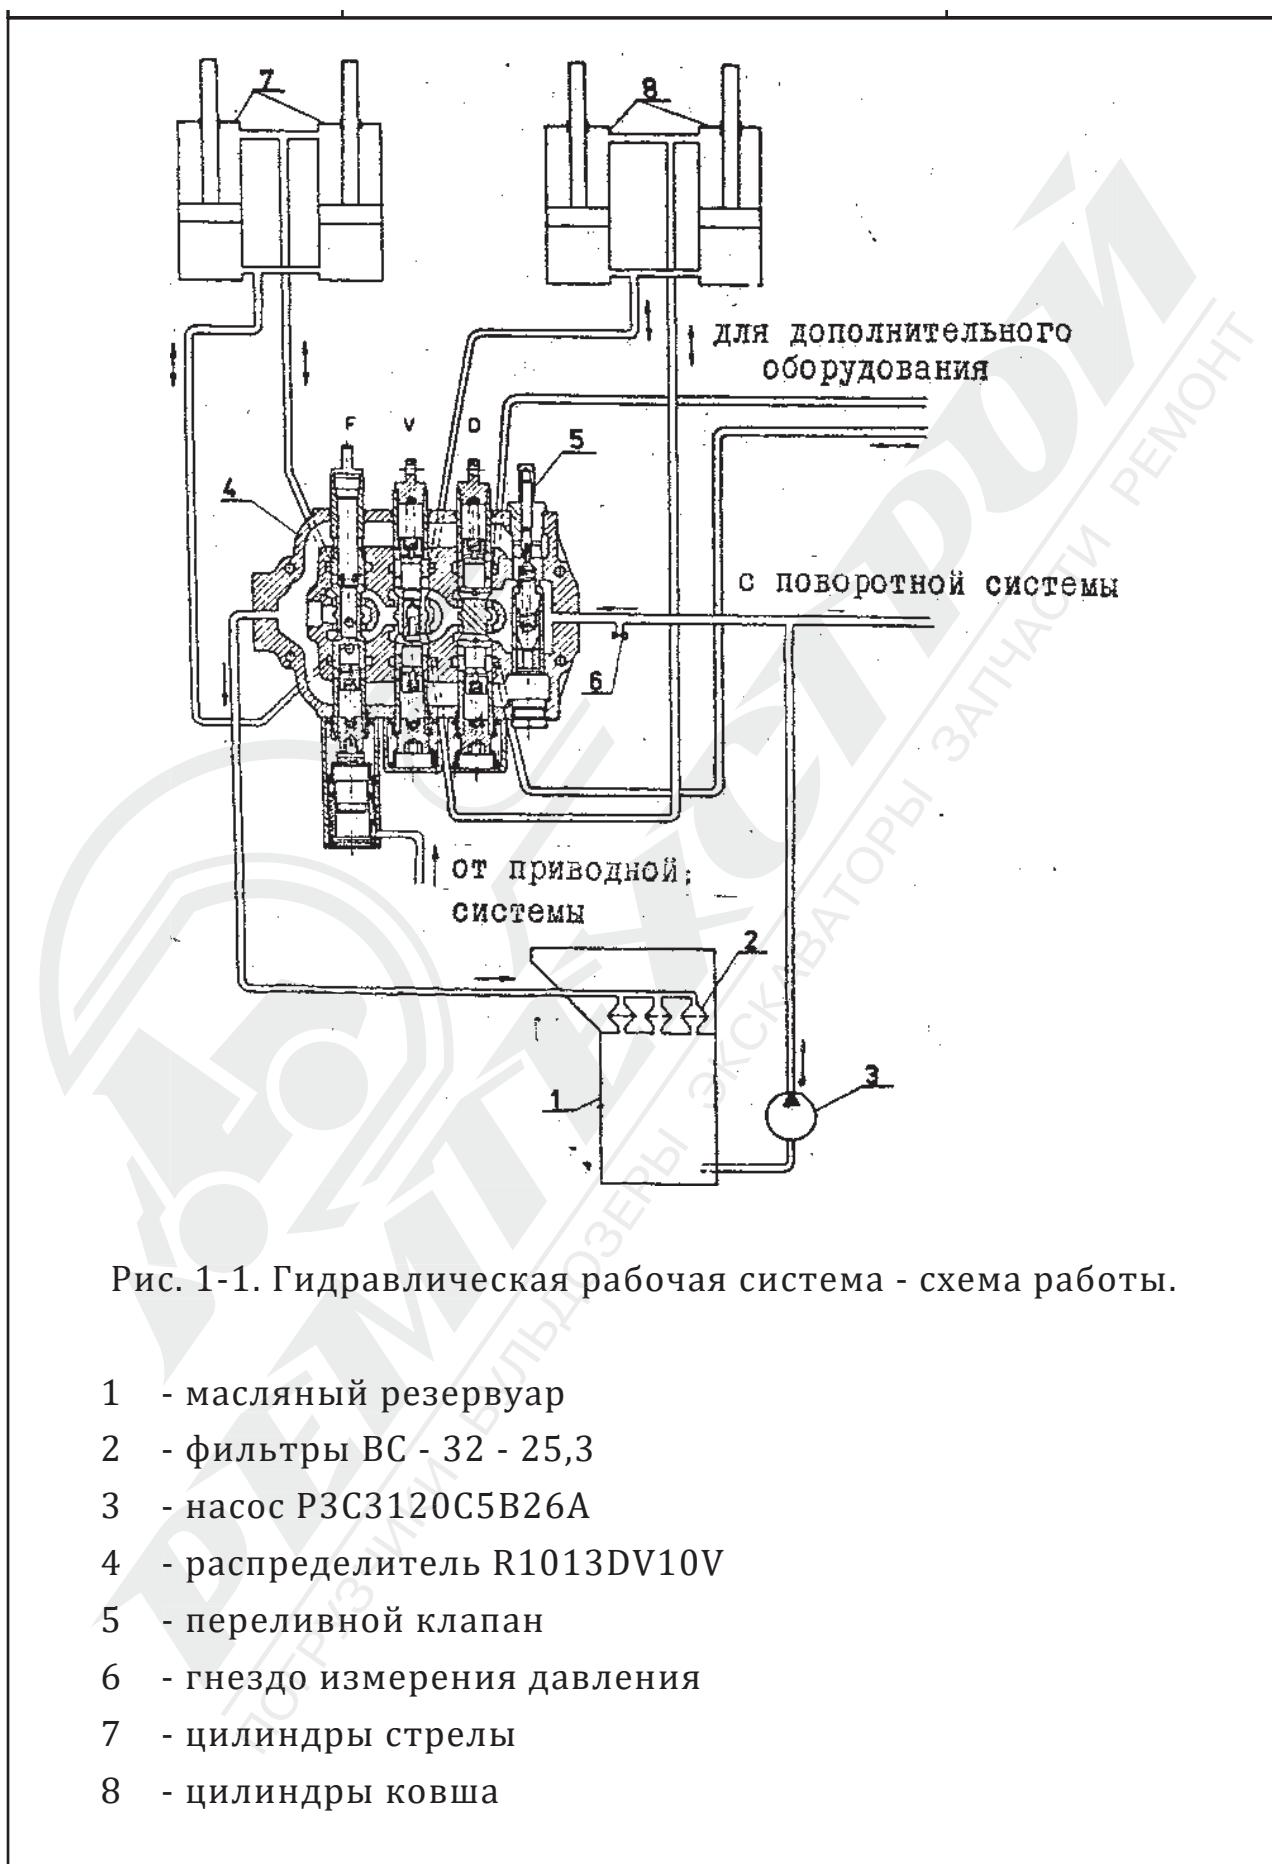
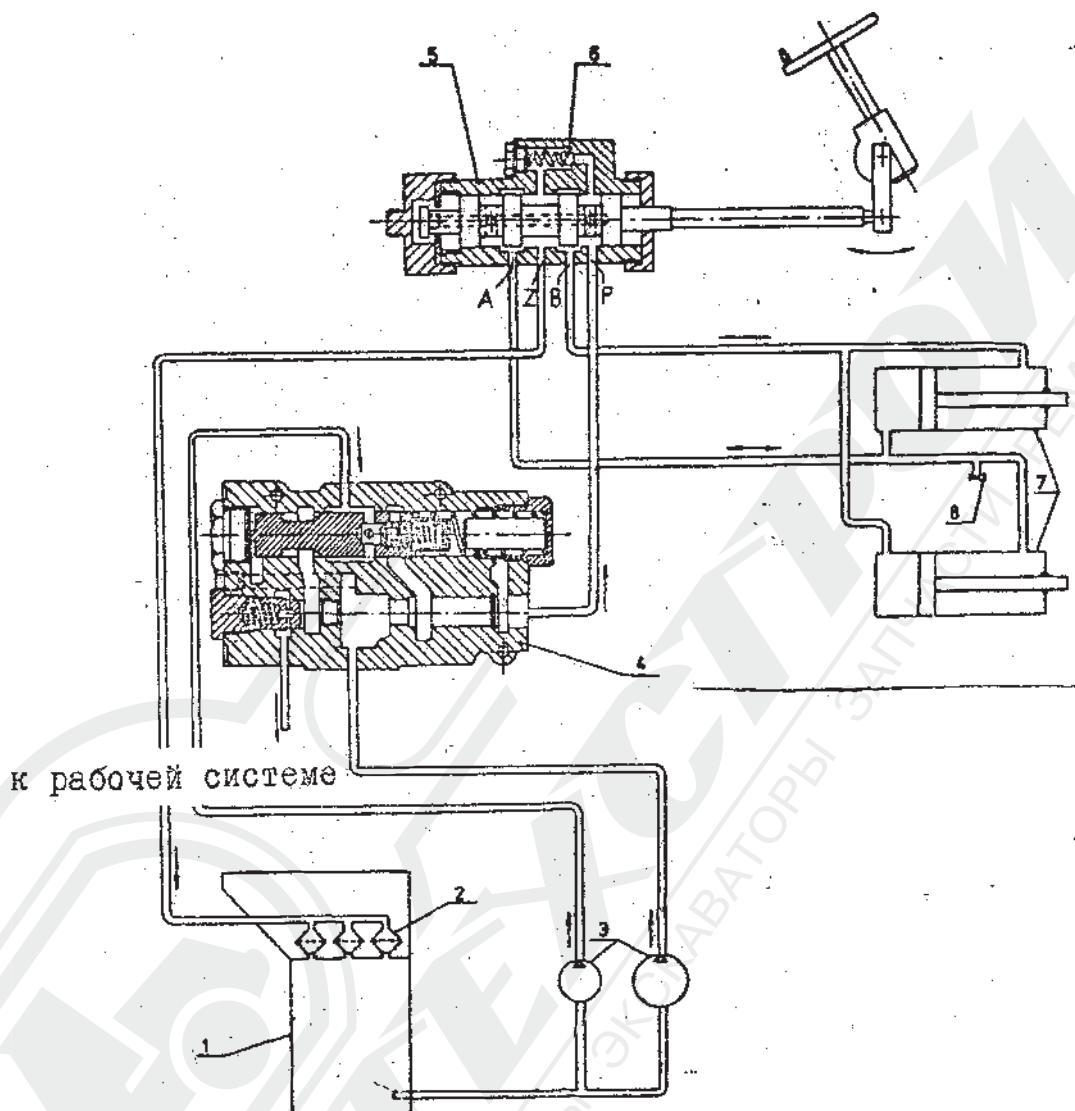
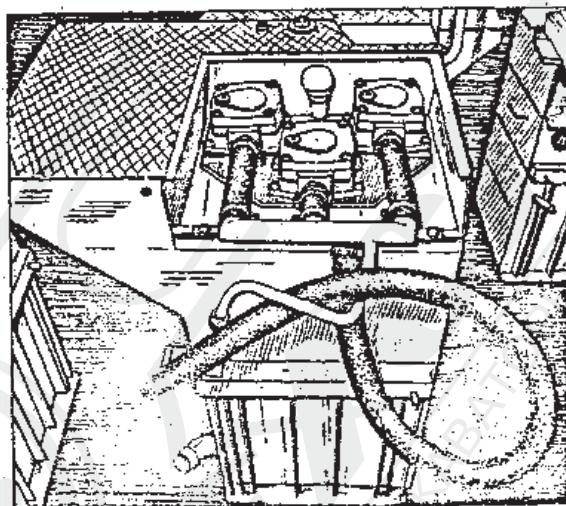
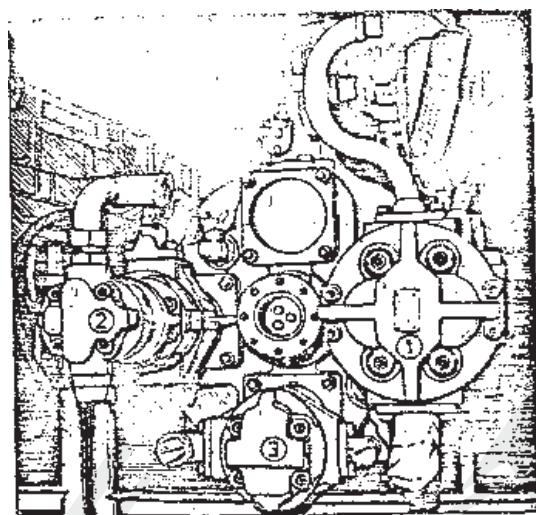

Рис. 1-1. Гидравлическая рабочая система - схема работы.
Рис. 1-2. Гидравлическая поворотная система - схема работы
Рис. 1-3. Резервуар гидравлического масла с узлом фильтров
Рис. 1-4. Механизм смены момента с закреплёнными
1.1.2. Конструкция рабочей системы /рис. 1-2/
Гидравлическая система является компенсационной системой и имеет две цепи: рабочую систему /рис. 1-1/ и поворотную систему /рис. 1-2/. Рабочая система /рис. 1-1/ состоит из общего резервуара 1 с узлом фильтров 2 /рис. 1-3/ одинарного зубчатого насоса 3 закреплённого на корпусе механизма смены момента /рис. 1-4/ и приводимого непосредственно двигателем минуя гидрокинетическую передачу, распределителя рабочей системы 5 /рис. 1-5/ закрепленного под полом кабины /рис. 1-5/ с правой стороны двух двигателей стрелы 7 и двух двигателей ковша 8.
1.1.2. Конструкция поворотной системы /рис. 1-2/
Поворотная система /рис. 1-2/ состоит из общего резервуара с рабочей системой /1/, двойного зубчатого насоса 3 /рис. 1-4/ закреплённого на корпусе механизма смены момента, клапана 4 закреплённого с левой стороны рамы /рис. 1-6/, распределителя поворота 5 с предохранительным клапаном 6 передвигающегося вместе со штангами поворотной системы /рис. 1-6/, соединёнными с поворотной системой, а также двух двигателей поворота 7.
1.1.3. Принцип действия рабочей системы /рис. 1-1/
1.1.4. Принцип действия поворотной системы /рис. 1-2/
Затем следует произвести любое рабочее движение, н-р опустить стрелу как можно ниже так, чтобы сработал переливной клапан 5 / на рис. 1-1/ и отчитать давление во время работы клапана.